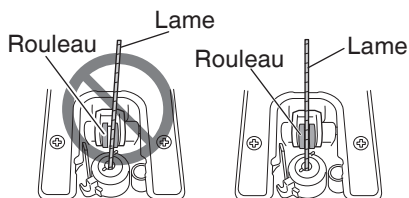

Fig. 3
- S'assurer que la lame est située dans la rainure du rouleau. (Fig. 3)